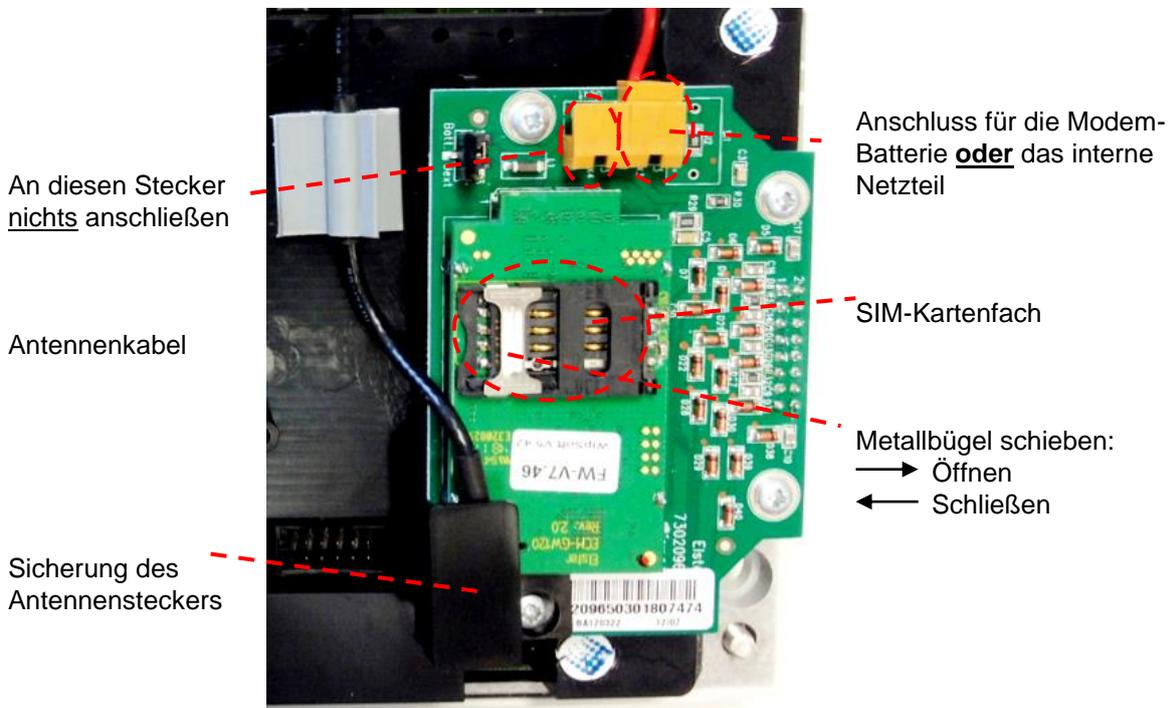

Abb. 8: Modem und SIM-Kartenfach
Die Verbindung zwischen dem internen Netzteil und dem Modem bleibt bestehen! (siehe Abb. 8)
- Bei Ausführung **ohne Netzteil**: Trennen Sie die Modem-Batterie vom Modem (siehe Abb. 8).
- Stellen Sie sicher, dass das interne Netzteil an das Modem angeschlossen ist. (siehe Abb. 8)